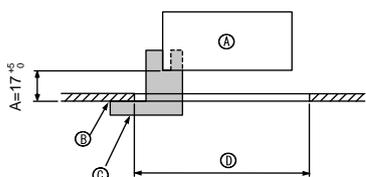
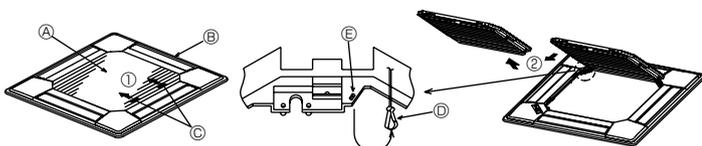
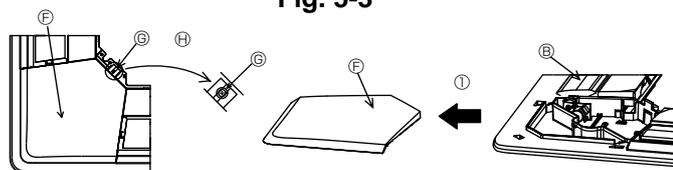

Fig. 5-2
Fig. 5-3
Fig. 5-4
①	Rooster	1	950 x 950 (mm)
②	Schroef met vaste ring	4	M5 x 0,8 x 25
③	Meetplaatje	1	(In vier delen verdeeld)
④	Bevestigingsklem	3
⑤	Schroef	4	4 x 8
⑥	Schroef	1	4 x 12
⑦	i-see sensor hoekpaneel	1	voor PLP-6BAE
5.2. Voorbereidingen om het rooster vast te maken (Fig. 5-2)
- Gebruik het meetplaatje ③ dat bij deze kit wordt meegeleverd om de positie van het apparaat ten opzichte van het plafond in te stellen en te controleren. Als het apparaat ten opzichte van het plafond niet juist wordt geïnstalleerd, kan er door luchtlekkage vochtcondensatie optreden.
- Ⓒ Meetplaatje ③ (in het apparaat gestoken)
5.2.1. Verwijderen van de grill van de inlaatopening (Fig. 5-3)
- Schuif de hendels in de richting die wordt aangegeven door de pijl ① om de grill van de inlaatopening te openen.
- Verwijder nu het scharnier van de grill van de inlaatopening zoals aangegeven door de pijl ②, terwijl de grill in de geopende positie staat.
5.2.2. Verwijderen van het hoekpaneel (Fig. 5-4)
- Verwijder de schroef uit de hoek van het hoekpaneel. Schuif het hoekpaneel in de richting aangegeven door de pijl ① om het paneel te verwijderen.
[Fig. 5-3, 5-4]